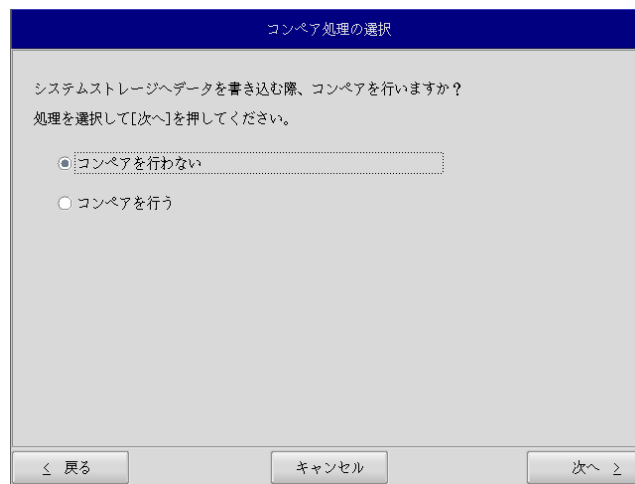

図 6-2-4. コンペア処理選択画面
- ⑦ コンペア処理の選択画面(図 6-2-4)が表示されます。